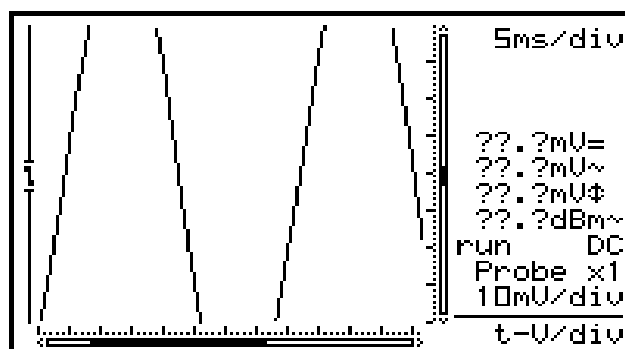

Fig 23
- Si la señal desaparece de la pantalla o si la señal está demasiado pequeña durante mediciones de dB, la pantalla indicará "???". (véase fig. 23)